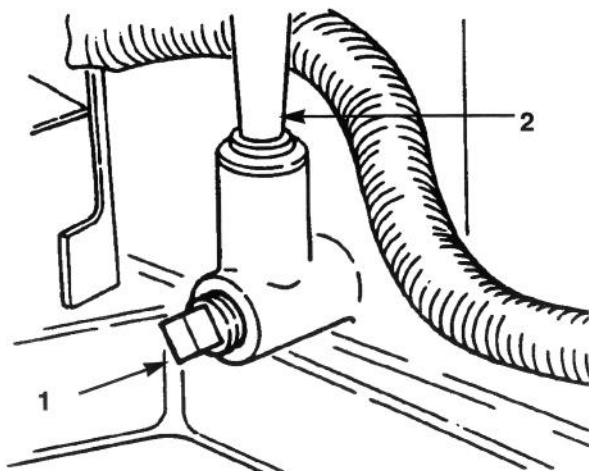

Figure 33
4. Placer un récipient sous le tube de la jauge/de remplissage et déposer le bouchon de vidange (Fig. 33).
6. Verser approx. 80% de la quantité d'huile spécifiée dans le tube de remplissage (Fig. 33), puis contrôler le niveau; se reporter à la section *Contrôle du niveau d'huile*.